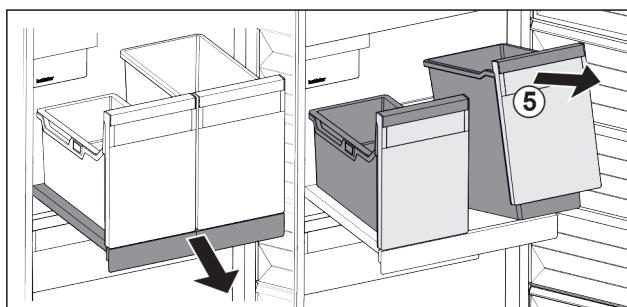

Fig. 104
- ▶ Nádobu Fig. 104 (5) vpředu nadzvedněte.